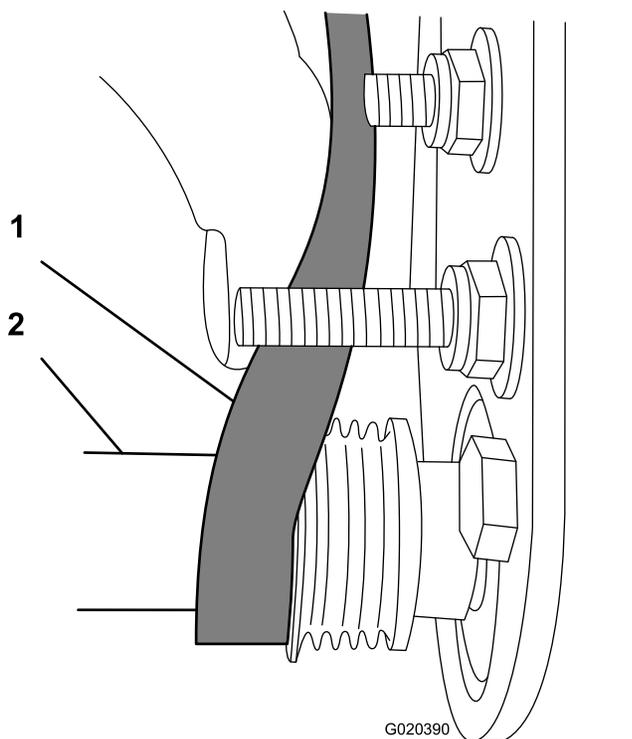

Figura 24
- C. Utilizzate una chiave a tubo di profondità da 9/16" per ruotare il gruppo spazzola e guidare la cinghia sulla puleggia condotta (Figura 24).